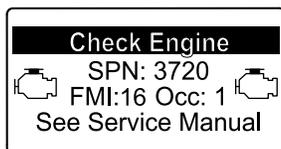

Figura 71
- Avvertenza motore SPN 3720, FMI 16 (Figura 71)